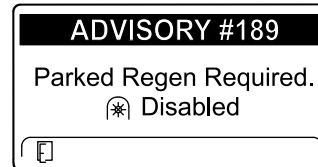

Figure 45
- Si vous n'effectuez pas de régénération en stationnement dans les 2 heures, l'InfoCenter affiche qu'une régénération en stationnement est requise – prise de force désactivée MISE EN GARDE N° 189 (Figure 45).